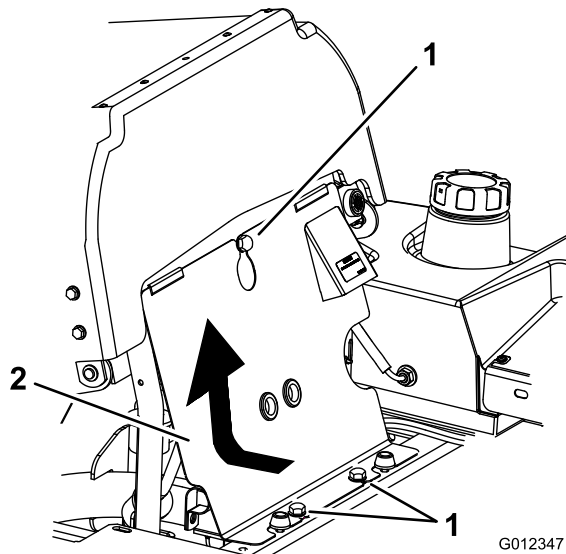

Figura 66
3. Inclinate il sedile in avanti, allentate i bulloni e togliete il pannello anteriore del motore (Figura 66).